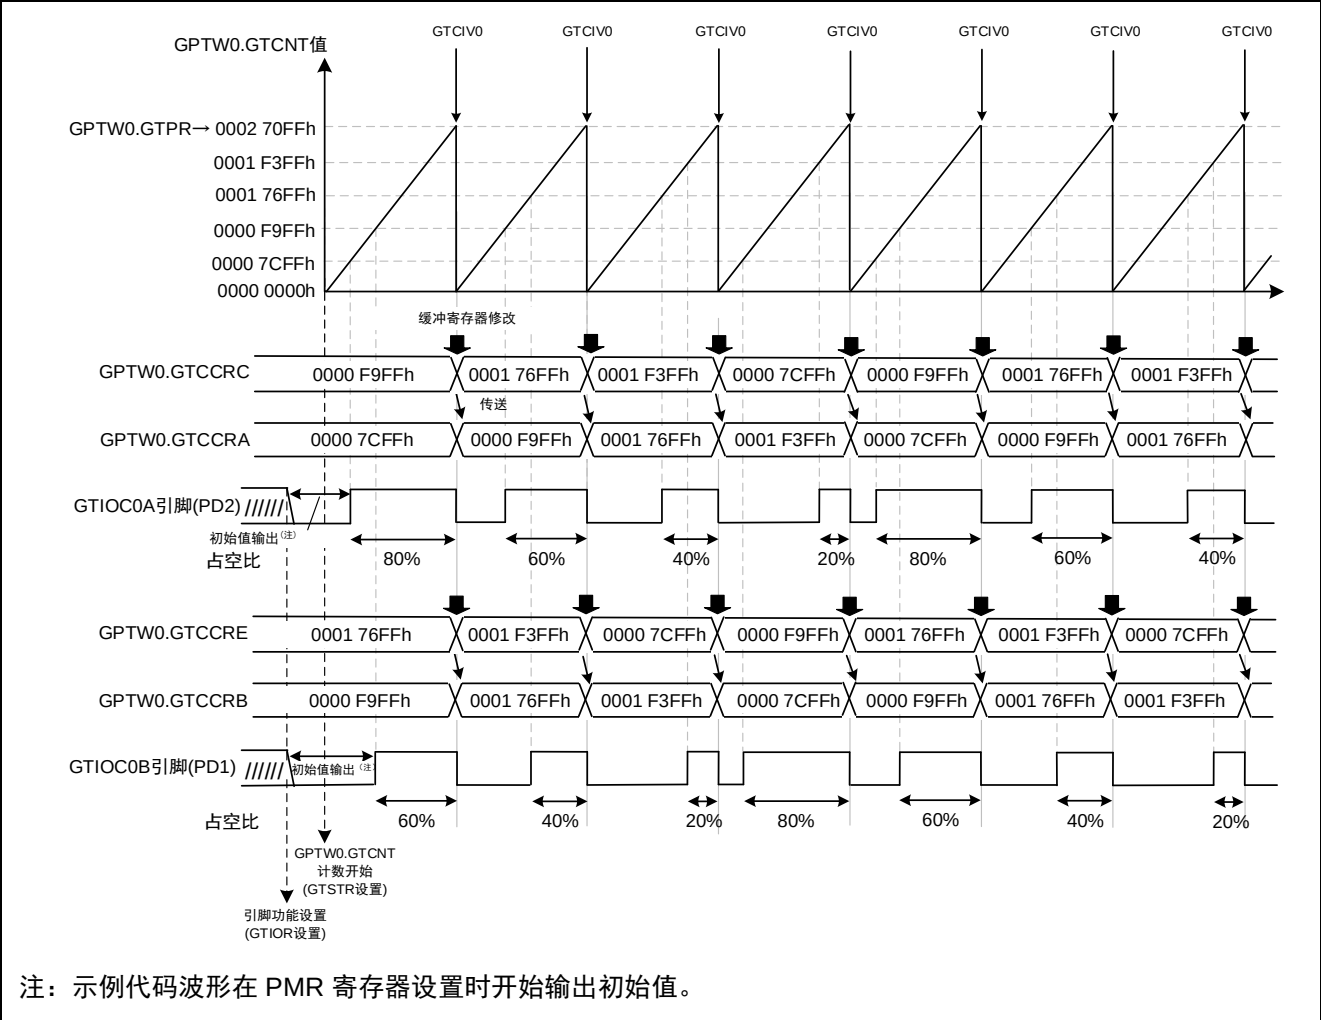

图 4.8 示例代码运行
- 关于占空比改变的时间的详细信息, 请参考图 4.8
示例代码的运行如图 4.8 所示。通过在 GTCNT 溢出中断（GTCIV0）中修改缓冲寄存器 GTCCRC 和 GTCCRE 的值来改变每个周期的占空比设置。当 CTCNT 溢出发生时，GTCCRC 和 GTCCRE 的值被传送到比较寄存器 GTCCRA 和 GTCCRB。